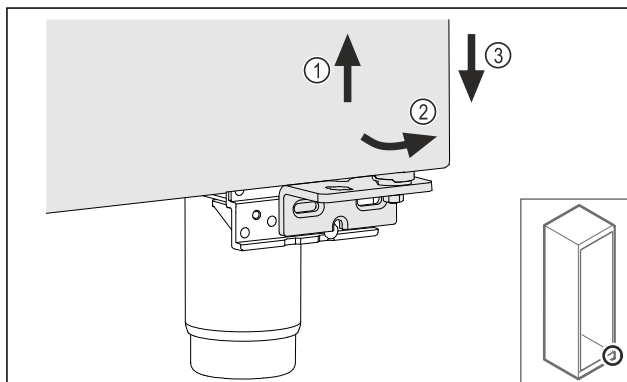

Fig. 23
- ▶ Tür leicht anheben Fig. 23 (1), unten nach vorne kippen Fig. 23 (2) und absenken Fig. 23 (3).